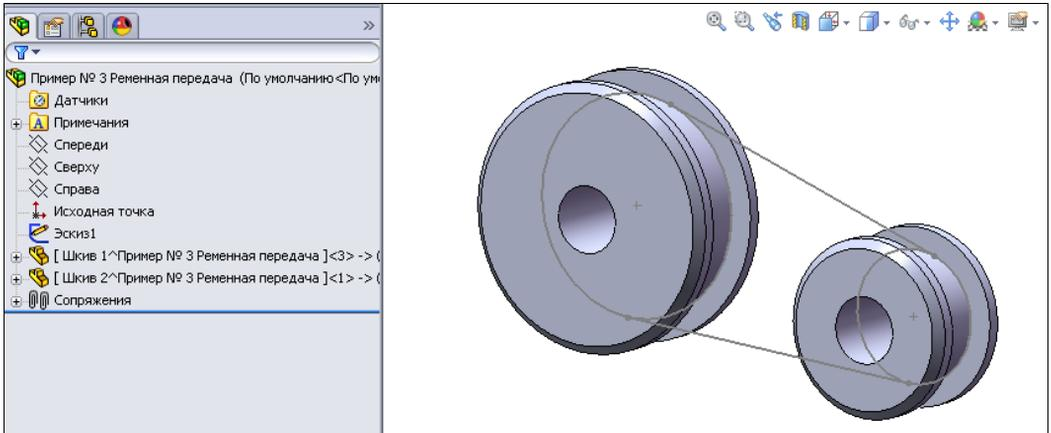

Рис. 6.77
13. Аналогично построим деталь Шкив 2 (рис. 6.77).
На этом этапе построения сборки имеем компоновочный эскиз и два сконструированных шкива (рис. 6.77).